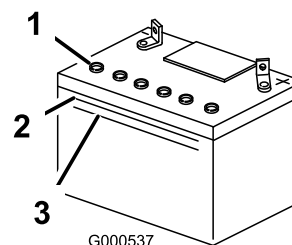

Figure 43
1. Observez le côté de la batterie. Le niveau de l'électrolyte doit atteindre le trait supérieur (Figure 43). Le niveau d'électrolyte ne doit pas descendre au-dessous du trait inférieur (Figure 43).
- Enlevez les bouchons d'aération de la batterie (Figure 43).
- Versez de l'eau distillée avec précaution dans chaque élément jusqu'au repère supérieur (Figure 43) sur le côté de la batterie.
- Attendez cinq à dix minutes après avoir rempli les éléments. Au besoin, ajoutez de l'eau distillée pour amener le niveau jusqu'au repère supérieur sur le côté de la batterie (Figure 43).